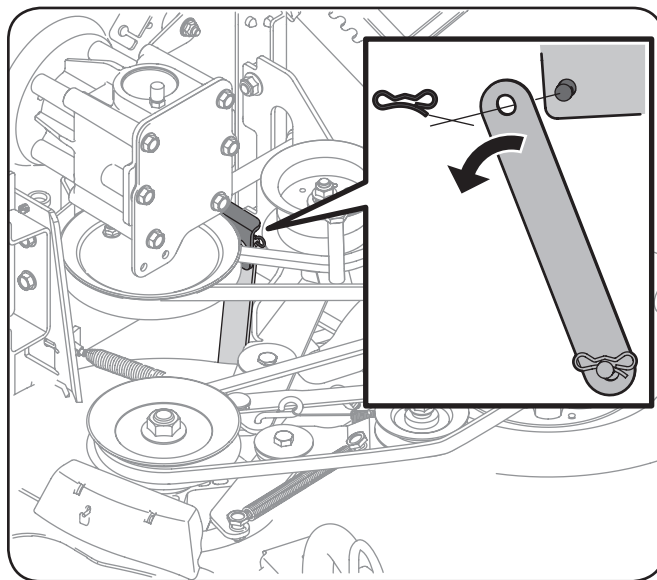

Figura 6-9
6. Retire el pasador desde el enlace de ajuste de altura, y el tobogán de enlace fuera del pivote conjunto de ajuste de altura. Vea la Figura 6-9.